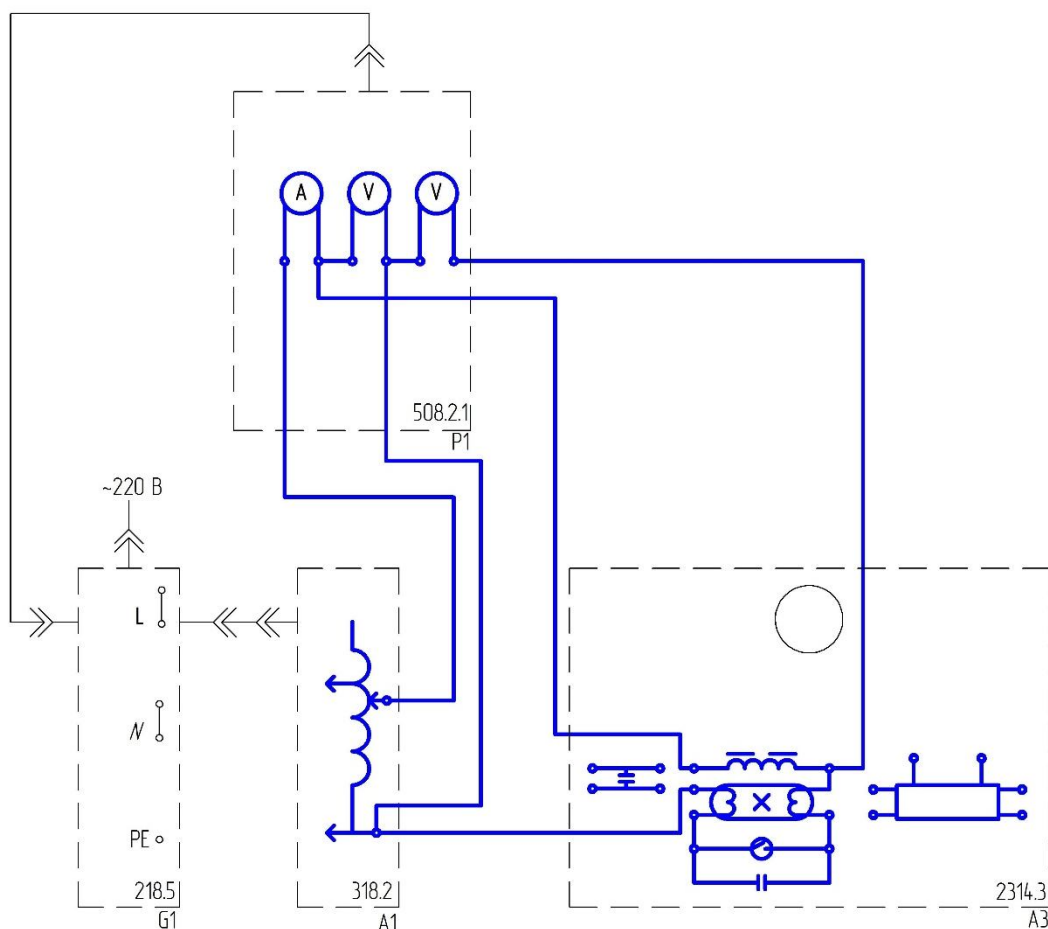

Рис.2.5.
- Соедините аппаратуру в соответствии со схемой электрической соединений, приведенной на рис.2.5.